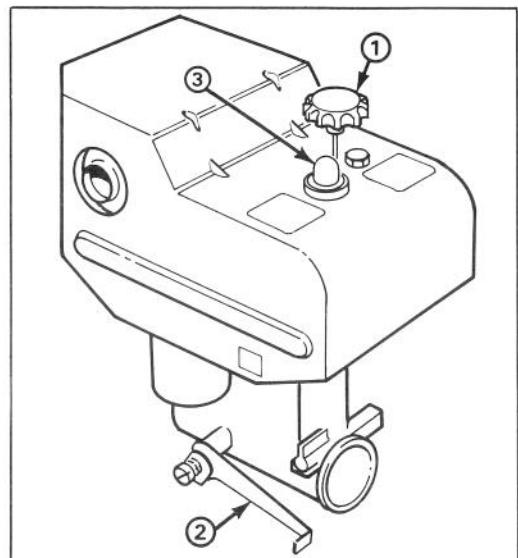

Abbildung 10
Drossel (Abb. 10)—Ziehen der Drossel nach oben erhöht die Motordrehzahl.
Choke (Abb. 10)—Der Choke befindet sich an der linken Seite des Motors. Zum Starten des kalten Motors den Choke nach unten auf VOLL schieben, und bei zunehmender Erwärmung den Choke wieder langsam auf AUS bringen.
Tupfer (Abb. 10)—Als Kaltstarthilfe den Tupfer drücken, damit eine kleine Menge Benzin in den Motor eingespritzt wird.
3. Den Choke ganz aufdrehen (Abb. 10).
5. Den Tupfer (Abb. 10) fünfmal drücken.
7. Nachdem der Motor angesprungen ist, den Choke (Abb. 10) sofort in $\frac{3}{4}$ -Stellung bringen. Bei zunehmender Erwärmung des Motors den Choke zunächst auf $\frac{1}{2}$, dann auf AUS stellen. Stottert der Motor, den Choke wieder auf $\frac{1}{2}$ und nach genügender Erwärmung wieder auf AUS stellen. Stottert der Motor, den Choke wieder auf $\frac{1}{2}$ und nach genügender Erwärmung wieder auf AUS stellen.